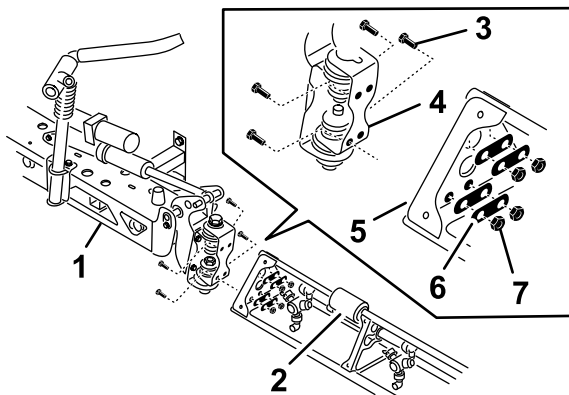

Bild 30
- Drehen Sie jede Schwenkhalterung am Ende des mittleren Auslegerabschnitts so, dass die Halterungen vertikal ausgefluchtet sind (Bild 30).
- Montieren Sie die Scharnierplatte mit vier Bundkopfschrauben, vier Rückplatten und vier Sicherungsbundmutter an der dreieckigen Platte, die Sie in Schritt 1 entfernt haben, wie in Bild 30 abgebildet.
- Fluchten Sie das Stangenende des Auslegerhubzylinders mit den Löchern im Horn der Schwenkhalterung aus (Bild 30)
- Befestigen Sie das Stangenende der Schwenkhalterung mit einem Lastösenbolzen und einem Splint (Bild 30).